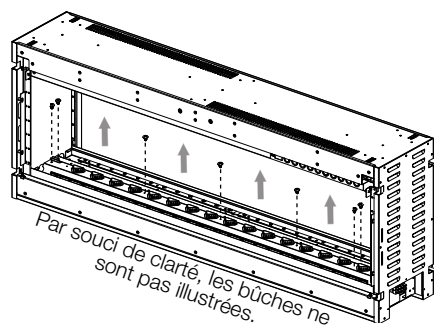

Fig. 4-6
- B. Retirez les vis de la base/le plateau à média de l'ensemble de bûche. Gardez les vis avec l'ensemble de bûche pour usage ultérieur (**Fig. 4-6**).